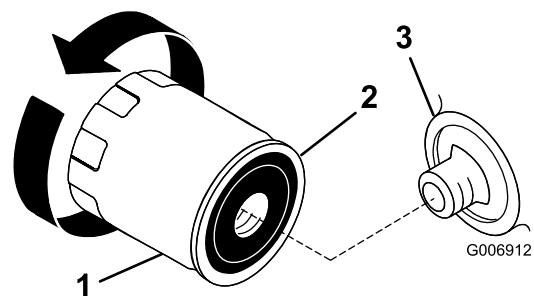

Figura 21
2. Togliere il filtro dell'olio usato e tergere la superficie della guarnizione del riduttore del filtro (Figura 21).
3. Spalmare un velo di olio nuovo sulla guarnizione di gomma del nuovo filtro dell'olio (Figura 21).
5. Girare il filtro in senso orario finché la guarnizione di gomma non tocca l'adattatore, quindi serrare il filtro di un altro $\frac{1}{2}$ o $\frac{3}{4}$ di giro (Figura 21).